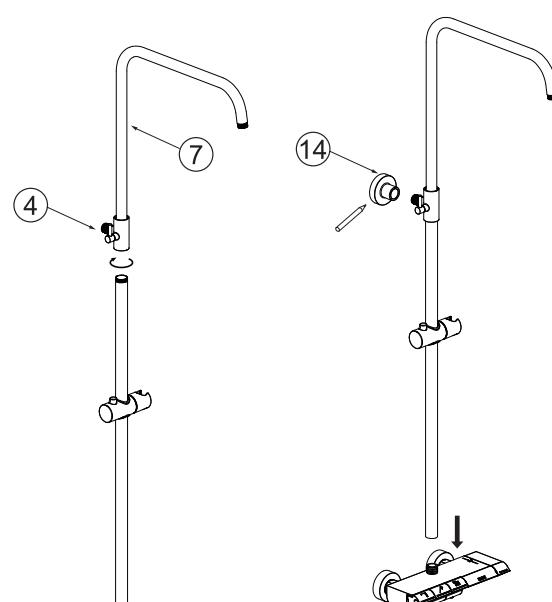

Figure 4
b) Connectez le tuyau du bras supérieur au rail de la colonne montante (Figure 4).